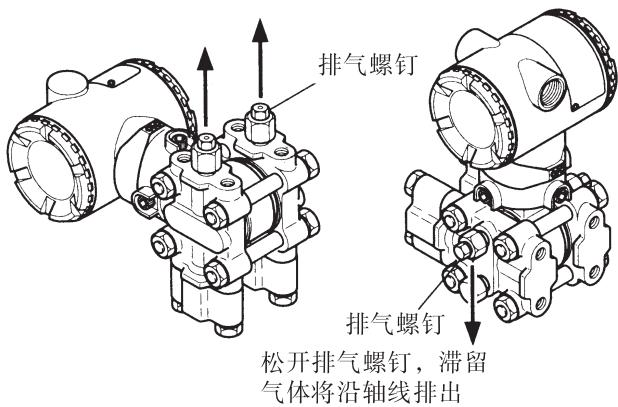

图 7.5.2 变送器的排气
- 缓慢拧开排气螺钉，排出测压部内气体(见图 7.5.2)。